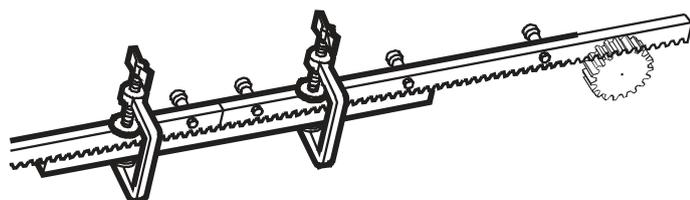

Рисунок 7
8. Используя свободную рейку, выровняйте зубья всех элементов секции (см. рисунок 7).